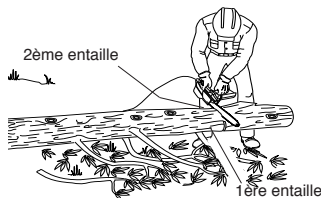

Figure 13 - Tronçonnage d'une bille soutenue à une extrémité
1. Faire la première entaille sur le dessous de la bille. (voir la Figure 13.) Pour ce faire, utiliser le haut de la guide-chaîne. Scier sur le tiers du diamètre de la bille. Cette entaille permet d'éviter la production d'éclats de bois.